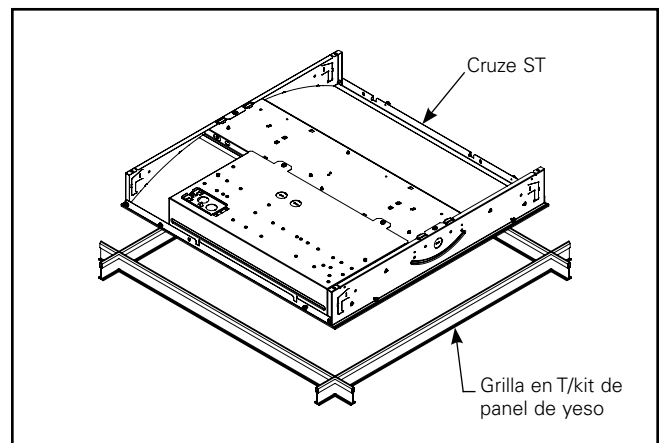

Figura 1.
2. Coloque el accesorio en la grilla en T. Asegúrese de que los bordes de la lente frontal estén cubiertos por las grillas en T (Figura 1).
- Coloque el accesorio en el kit de paneles de yeso. Asegúrese de que los bordes de la lente frontal estén cubiertos por el kit de paneles de yeso (Figura 1).